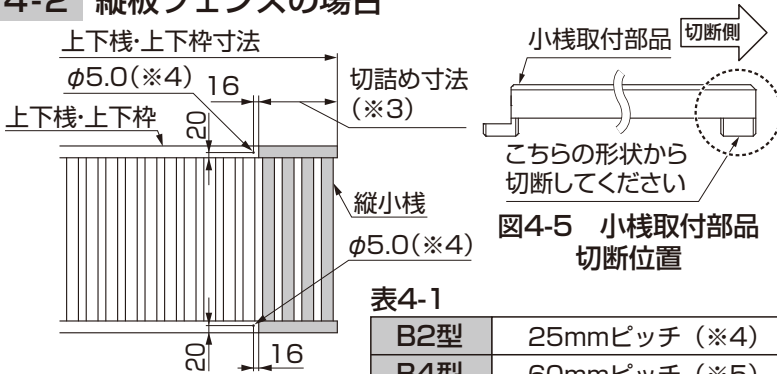

図4-5 小棧取付部品切断位置
- 小棧取付部品の切断位置に注意してください。(図4-5参照)
① 必ず注意シールをフェンス本体または柱家側の目立つ位置に貼ってください。